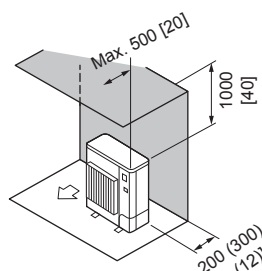

Fig. 2-7
- ② Obstacles uniquement à l'arrière et au-dessus (Fig. 2-7)